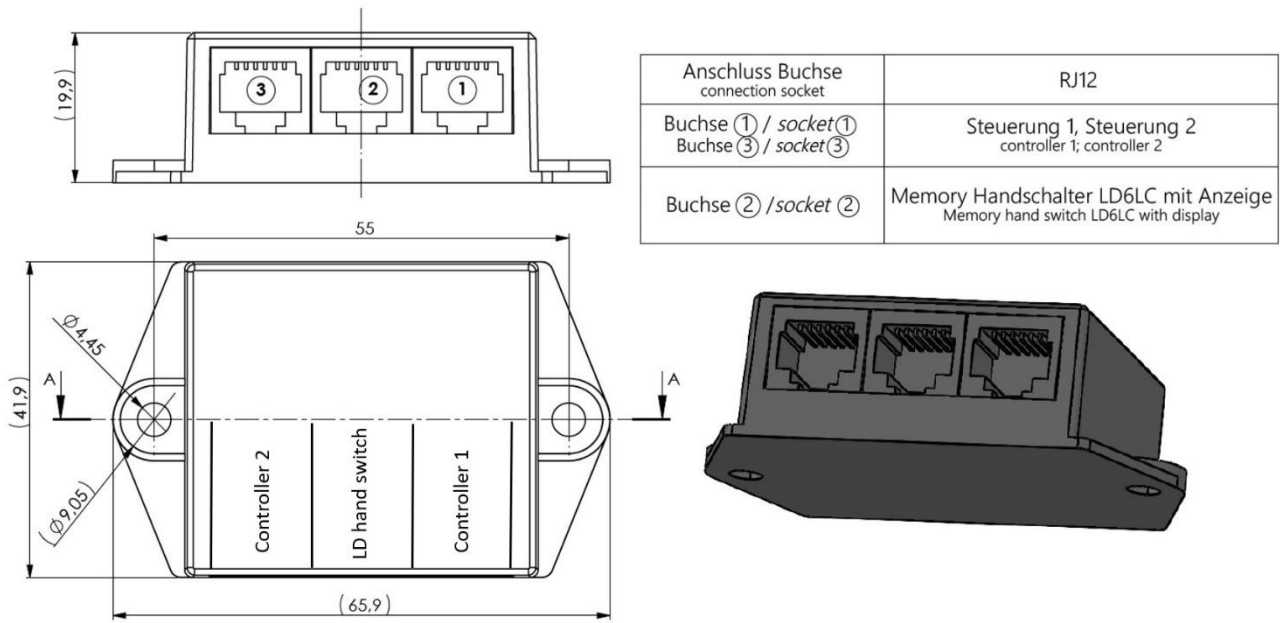

Abbildung 20: Sync Adapter
- Für den Synchronlauf des Systems muss an jede Steuerung ein Kabel RJ12 angeschlossen werden (Abbildung 19 Anschluss Nr.5). Anschließend müssen die beiden Kabel RJ 12 der Steuerungen noch an den Sync Adapter angeschlossen werden (Abbildung 20 ; Anschluss Nr. 1 und Nr. 3).
- Verbinden Sie die Stecker des Kabel RJ12 mit dem passenden Eingang der Steuerung (Abbildung 19 Nr.5) an dem Sync Adapter (Abbildung 20 ; Anschluss Nr. 1 und Nr.3)
- Verbinden Sie den Stecker des Memory Handschalters LD6LC (nur mit Memory Handschalter LD6LC, siehe Abbildung 18, möglich) mit dem Sync Adapter (Abbildung 20; Anschluss Nr. 2)